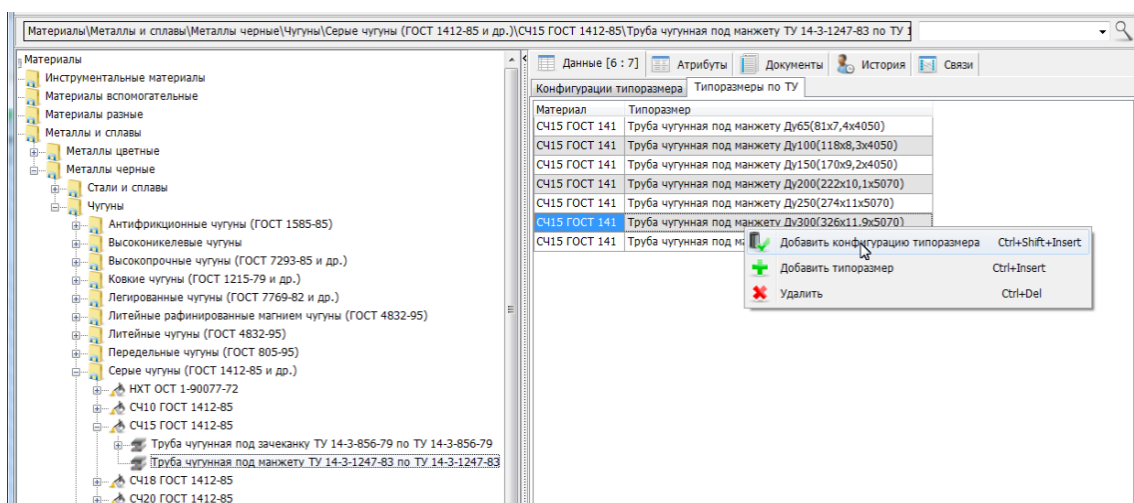

Рис. 3.9. Создание новой конфигурации типоразмера сортамента в справочнике *Материалы и сортаменты* *Semantic MDM*
- выбрать в списке требуемый типоразмер, установить на него курсор и вызвать правой кнопкой мыши контекстное меню, в котором выбрать команду **Добавить конфигурацию типоразмера** (Рис. 3.9).